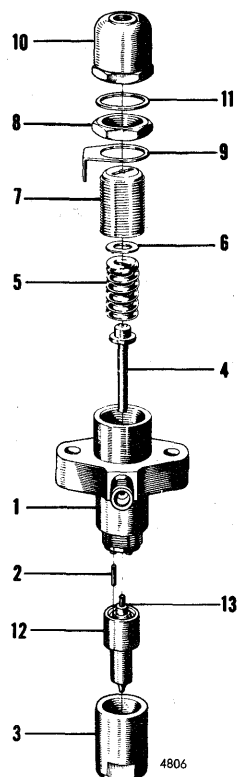

Fig. 29.
2. Pump med håndtaget indtil forstøveren åbner og aflæs trykket på manometret. Det skal ligge mellem 170 og 175 kp/cm² for en injektor der har kørt 300 timer eller mere. Trykket bestemmes af spændingen på trykstangsfjederen (5) fig. 29. En ny injektor eller en injektor med ny fjeder skal indjusteres til 185-190 kp/cm². Åbningstrykket justeres ved at man aftager kapselmøtrikken (10), løsner låsemøtrikken (8) og drejer justerskruen (7). Pas på at justerskruen ikke drejer sig, når låsemøtrikken igen tilspændes.